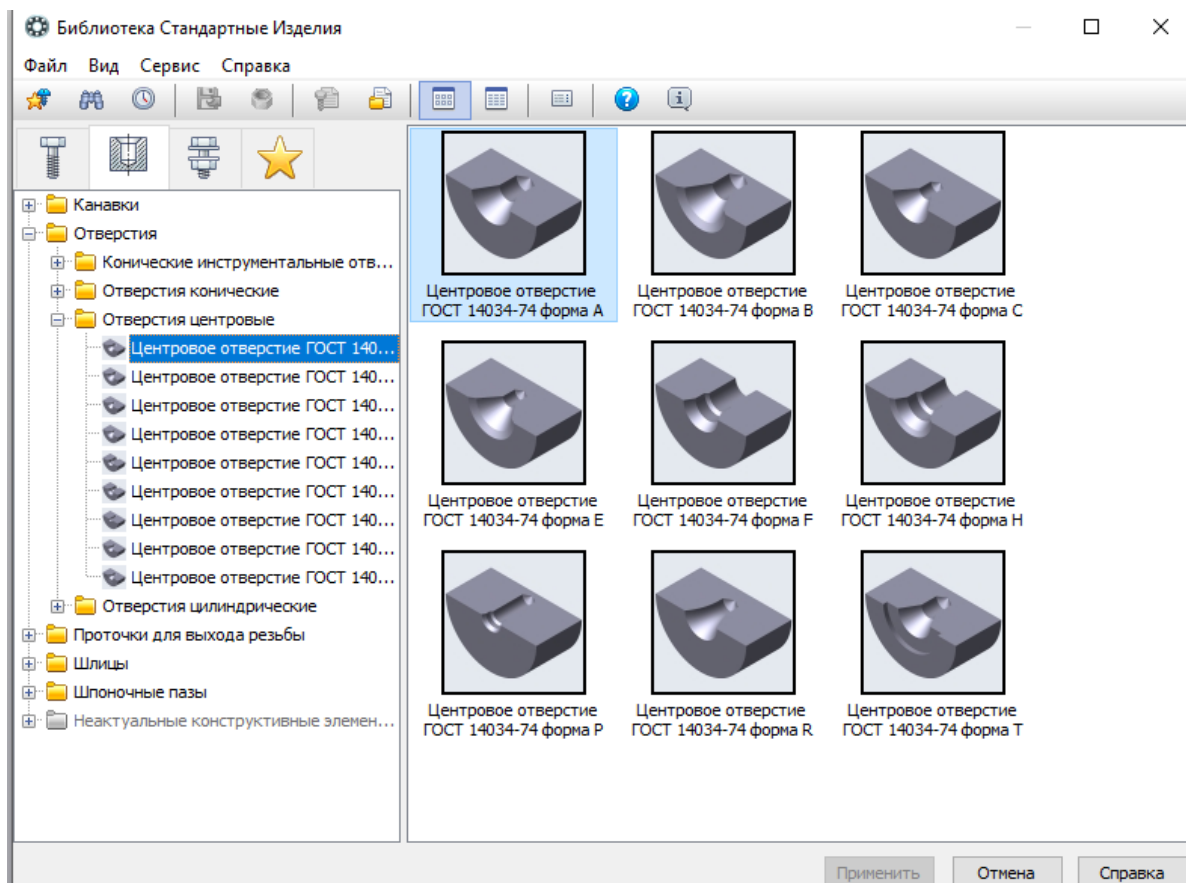

Рисунок 13 - Выбор центрального отверстия из Библиотеки Стандартные изделия
- Для создания центровых отверстий в строке меню *Приложения* выберите команду *Механика – Валы и механические передачи 3D – Простые конструктивные элементы – Отверстия*. В открывшемся окне *Библиотека Стандартные изделия* откройте ветвь *Отверстия центровые* и выполните двойной щелчок мыши на элементе «Центровое отверстие ГОСТ 14034-74 форма А» либо выполните двойной щелчок мыши на изображении элемента в правой части окна (рисунок 13).